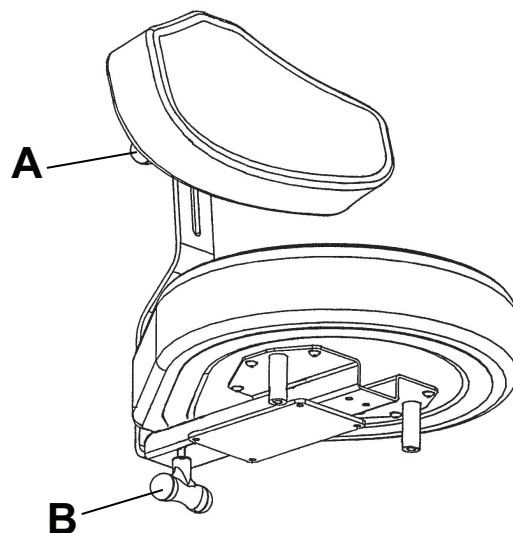

Figure 2 – Régler le dossier
1. Tourner la molette (A) dans le sens antihoraire (Figure 2).
3. Tourner la molette (A) dans le sens horaire jusqu'à ce que le dossier soit immobile.
1. Tourner la molette (B) dans le sens antihoraire (Figure 2).
3. Tourner la molette (B) dans le sens horaire jusqu'à ce que le dossier soit fixé.